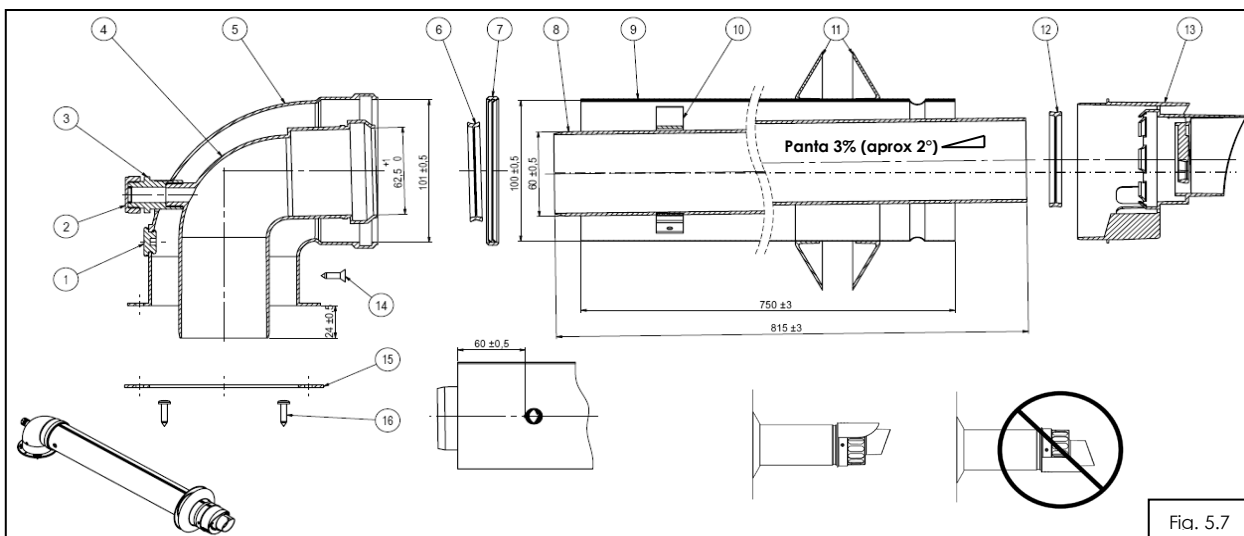

Fig. 5.7
5.7.1 Utilizare kit coaxial condensare (tub interior plastic)-fig.5.7
Kitul de admisie-evacuare coaxial, fig.5.7 se livreaza impreuna cu centrala. Evacuarea gazelor se face printr-un tub cu diametrul Ø60mm, coaxial cu tubul de admisie a aerului de diametrul Ø100 mm.